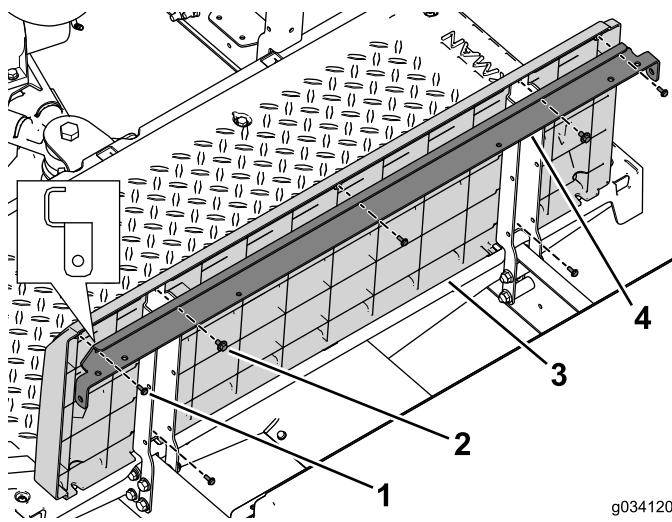

Figura 40
4. Utilice los 2 conjuntos de perno y arandela (1/4" x 1/2") para sujetar el soporte biselado y el panel de la base del asiento a los soportes izquierdo y derecho del asiento (Figura 40).
5. Utilice los 5 tornillos (Nº 10 x 1/2") para sujetar el panel trasero al refuerzo del asiento y a los soportes del asiento (Figura 40).